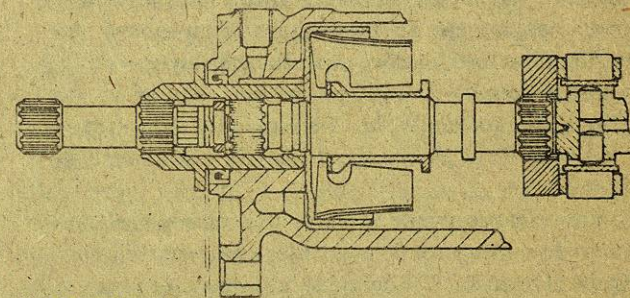

Fig. 34 Transmisión con eje de vaina mostrando la holgura longitudinal
- 12 Compruebe el juego del extremo del eje de transmisión. No debe exceder de 0,010 pulgadas (0,25 mm), medido entre la cara trasera del buje y el cuerpo de la bomba. Si sobrepasa esta cifra, debe cambiarse el retén de los contrapesos del regulador y/o el cuerpo de la bomba, y comprobar nuevamente la holgura longitudinal (Fig. 34).